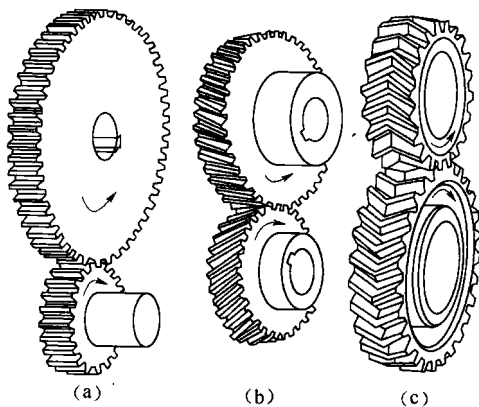
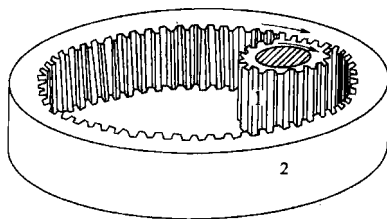
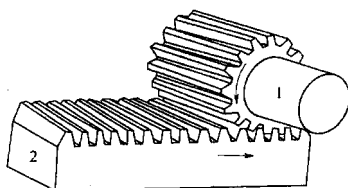

图1-8 外啮合圆柱齿轮传动
图1-9 内啮合圆柱齿轮传动
图1-10 齿轮-齿条传动
①按两轮轴的相对位置分类。
a. 平行轴间的圆柱齿轮传动。图 1-8 所示为外啮合圆柱齿轮传动,两外齿轮转向相反。其中图 a 为直齿,图 b 为斜齿,图 c 为人字齿。图 1-9 所示为内啮合圆柱齿轮传动,图中 1 为外齿轮,2 为内齿轮,两轮转向相同。大齿轮半径无限增大时成为移动的齿条 2,这种传动称为齿轮-齿条传动(图 1-10)。